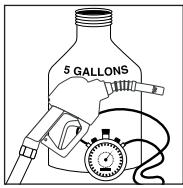

Figure 22
- Stopwatch; approved 5-gallon grounded, vented, metal test container; and megohmmeter. (See Figure 22)
- Chronomètre, contenant en métal de 5 gallons, ventilé, approuvé, et megohmètre. (Voir Fig. 22)